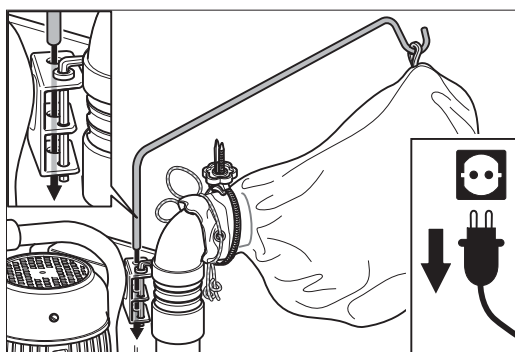

Abb. 6: Einstecken der Kabelstange in die entsprechende Halterung.
- 7 Stecken Sie die Kabelstange in die entsprechende Halterung am Rohrbogen (Maschinenrückseite) neben den Innensechskantschlüssel (Abb. 6).